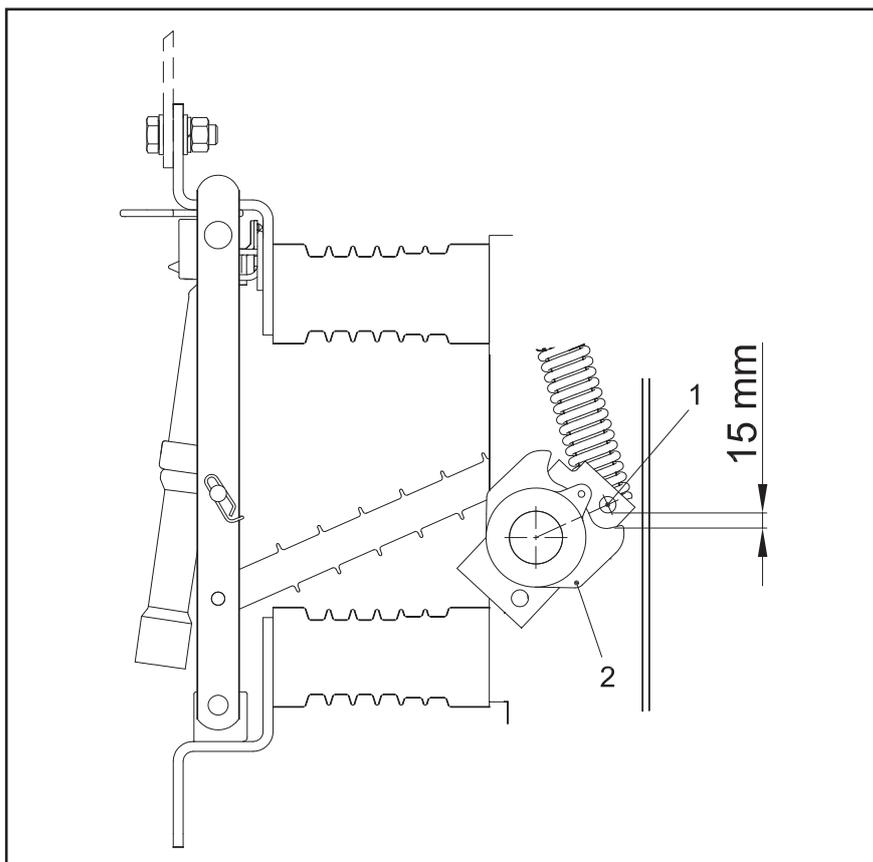

Рис. 9.9
В конечном положении „ВКЛ“ шайбного привода расстояние между управляющим штифтом (рис. 9.9/1) и шайбой с отверстиями (рис. 9.9/2) должно составлять ок. 15 мм.
9. Отключить выключатель при помощи шайбного привода. При оптимальной настройке в конечном положении „ОТКЛ“ шайбного привода расстояние между управляющим штифтом (рис. 9.9/1) и шайбы с отверстиями (рис. 9.9/2) должно снова составлять ок. 15 мм. При использовании шайбного привода с опциональной блокировкой она должна в данный момент защелкнуться.